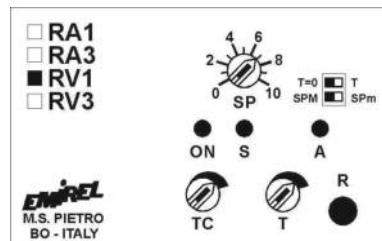

Fig. 1
- Con il selettore m/M a sinistra, la soglia SP è di massima (fig.1).
- Con il selettore T posizionato verso sinistra (fig.1), il tempo di intervento è istantaneo.
- When the switch m/M is pushed to the left, SP is MAX set point (fig.1).
- When the switch T is pushed to the left (fig.1), the triggering time is zero.